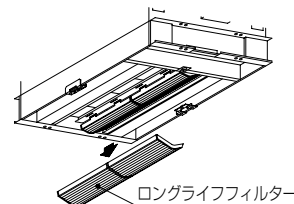

図3
- フィルターボックスよりロングライフフィルターを取外します。（図3）